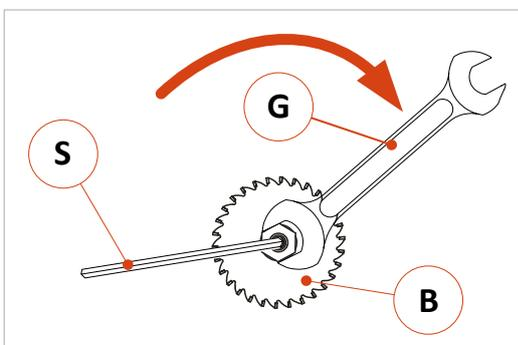

Abbildung 34: Vorritzsägeblatt montieren
- **Wichtig:** Beachten Sie hierbei die Drehrichtung (gegen den Uhrzeigersinn) des Vorritzsägeblattes (B) → Die Zähne müssen von der Maschinen-Vorderseite aus gesehen nach links zeigen (siehe ⇒ Abbildung 34).
- Schrauben Sie die Spannmutter (M) durch Drehen im Uhrzeigersinn auf die Vorritzsägewelle auf (siehe Pfeilrichtung in ⇒ Abbildung 34).
- Fixieren Sie die Vorritzsägewelle (A) mit einem SW 8 Stiftschlüssel (S) und ziehen das Vorritzsägeblatt mit dem Maulschlüssel SW 36 mm (G) gut fest (⇒ Abbildung 34).